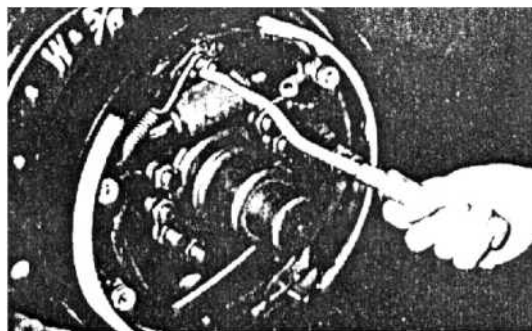

Рис. 8-24
(7) Установите нажимную пружину на толкатель ручного тормоза, затем установите толкатель на тормозную колодку.
(8) Установите направляющую тормозной колодки на опорный штифт, затем установите возвратную пружину тормозной колодки (рис. 8-24).